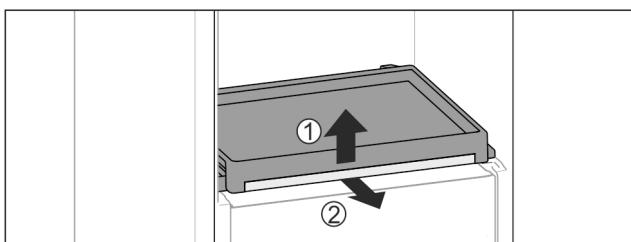

Fig. 132
- Odstranite izvlečno polico s stekleno ploščo: Stekleno ploščo spredaj rahlo dvignite Fig. 132 (1) in jo izvlecite naprej Fig. 132 (2).